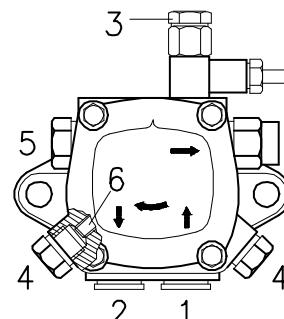

Fig. 18
- Pour que la pompe puisse s'auto-amorcer, il est indispensable de desserrer l'une des vis 3)(Fig. 18) de la pompe pour purger l'air contenu dans le tuyau d'aspiration.
14 bar : pour augmenter le débit de combustible ou pour avoir des allumages sûrs même à des températures inférieures à 0 °C. Pour modifier la pression de la pompe, agir sur la vis 5)(Fig. 18 à la page 17).